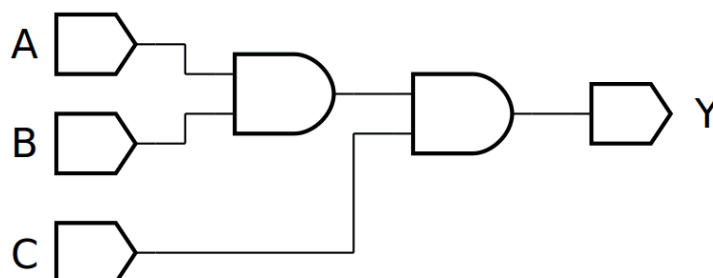
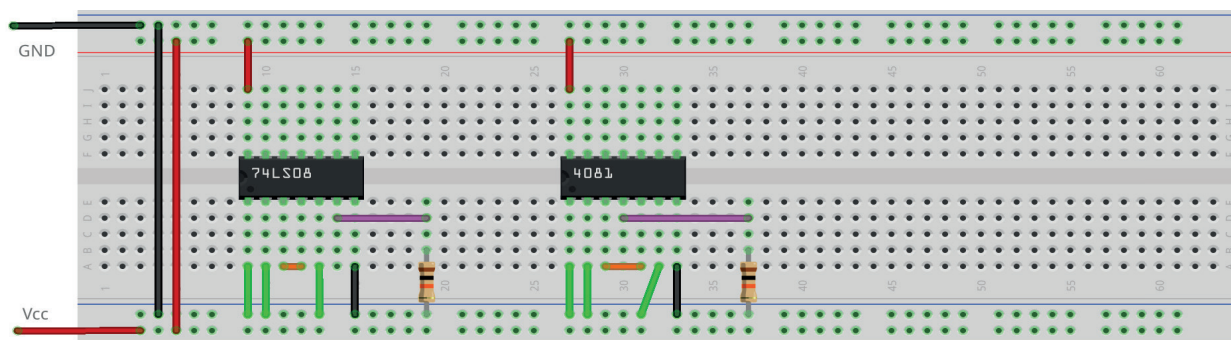
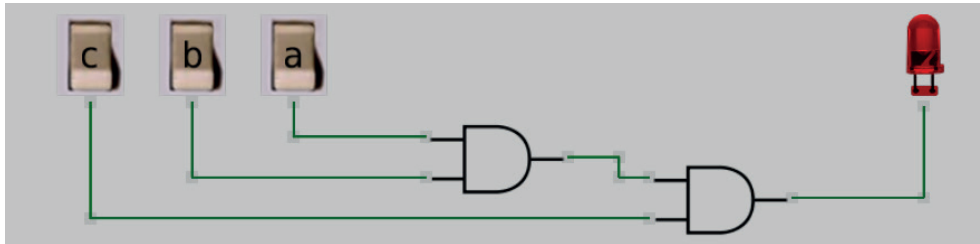
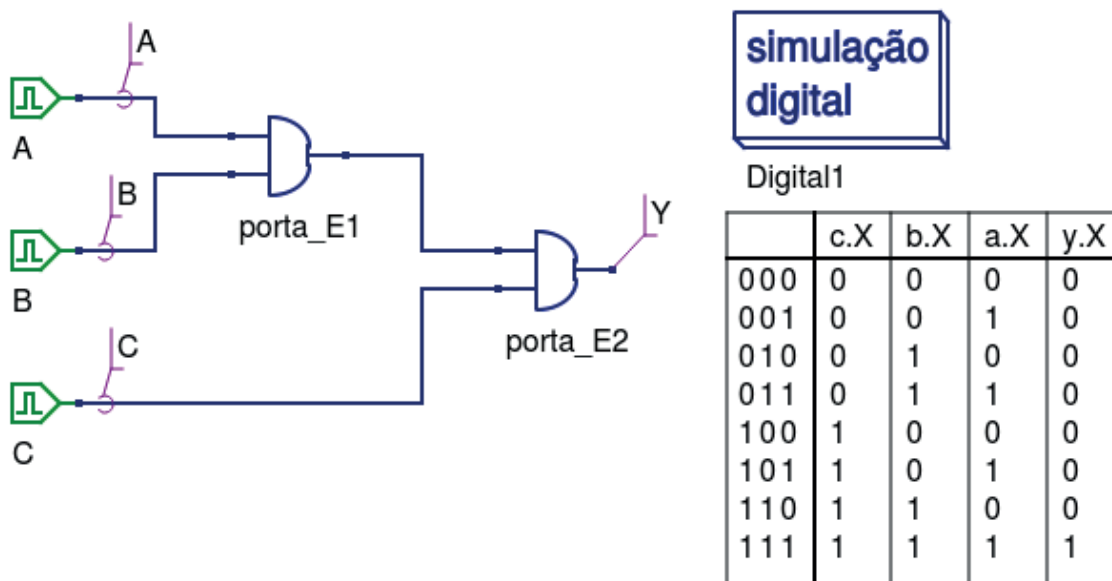

Figura 3.8 – Diagrama esquemático.
Figura 3.9 – Placa de montagem com componentes.
Figura 3.10 – Simulação da porta E com 3 entradas no Atanua.
Figura 3.11 – Simulação da porta E de 3 entradas no Qucs.
1. Monte o circuito da figura 3.8, conforme mostrado na figura 3.9, na placa de montagem.
- s) Conecte os fios verdes. Os fios verdes estão conectados ao terra e portanto fornecendo valor lógico (0) às entradas de todas as portas do CI.
8. Simule, no computador, o circuito da figura 3.8 utilizando os programas SmartSim e Atanua (figura 3.10) e Qucs (figura 3.11). Compare os resultados com a tabela 3.2 e 3.4.